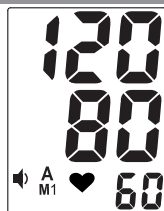
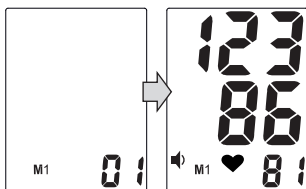

Рис.16
Рис.17
3. Просмотреть содержимое памяти прибора Вы можете, нажав кнопку M1 или M2. При первом нажатии кнопки M1 (или M2) на экране появится среднее значение 3-х последних измерений, сохраненных в память M1 (или M2), обозначенная символом «А» (рис. 16). При повторном нажатии кнопки M1 (или M2) на экране появится индикатор выбранной памяти M1 (или M2) и номер ячейки памяти, а через 1 секунду отображается ее содержимое (рис. 17),